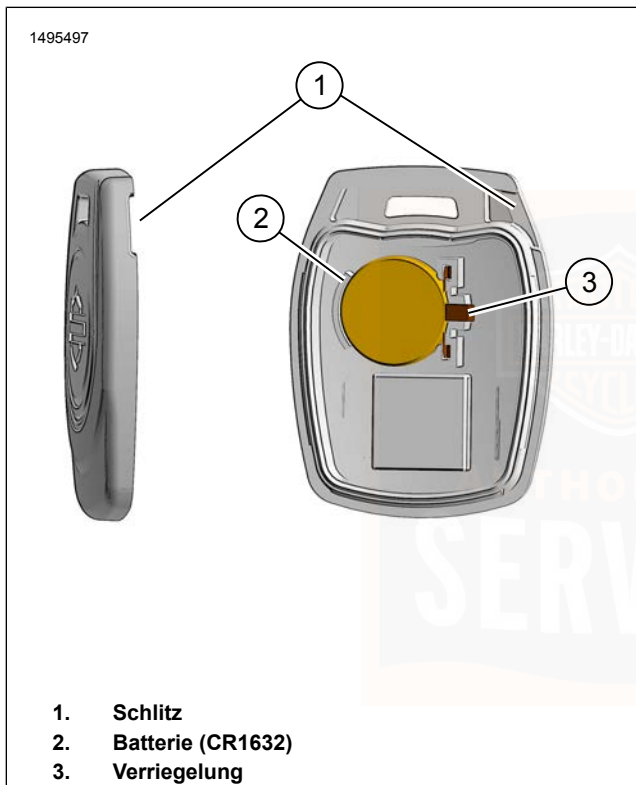

Abbildung 20. Schlüsselanhängerbatterie austauschen
- *Siehe Abbildung 20. Die Seriennummer auf dem Schlüsselanhänger befindet sich auch auf der Innenseite des Schlüsselanhängers.*
1. Siehe Abbildung 20. Zum Öffnen des Schlüsselanhängers den Schlitz (1) mit einem dünnen Gegenstand drehen.
2. Die Batterie (2) herausnehmen und gemäß den örtlichen Bestimmungen entsorgen.